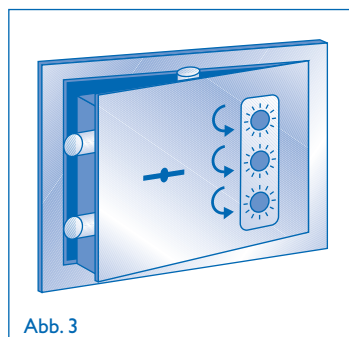

Abb. 3
- C) Ruotare a ZERO i selettori verso sinistra, fino all'arresto (Fig. 3).
- C) Die Wahlschalter nach links bis zum Anschlag auf null drehen (Abb. 3).
- C) Tourner à ZERO les compteurs vers la gauche, jusqu'à l'arrêt (Fig. 3).